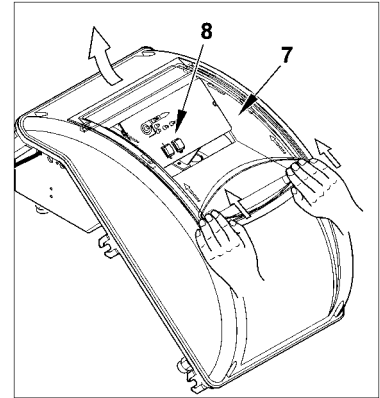

Figure 4
4) Pour refermer le couvercle du tableau électrique, visser les 4 vis (1) en exerçant un couple de serrage d'environ 5 Nm pour garantir une étanchéité correcte. A ce point, pour accéder au panneau de commande (8), décrocher la porte transparente (7), en exerçant une légère pression avec les mains dans la direction des flèches indiquées figure 4, la faire coulisser sur un bref trajet puis la séparer du couvercle.